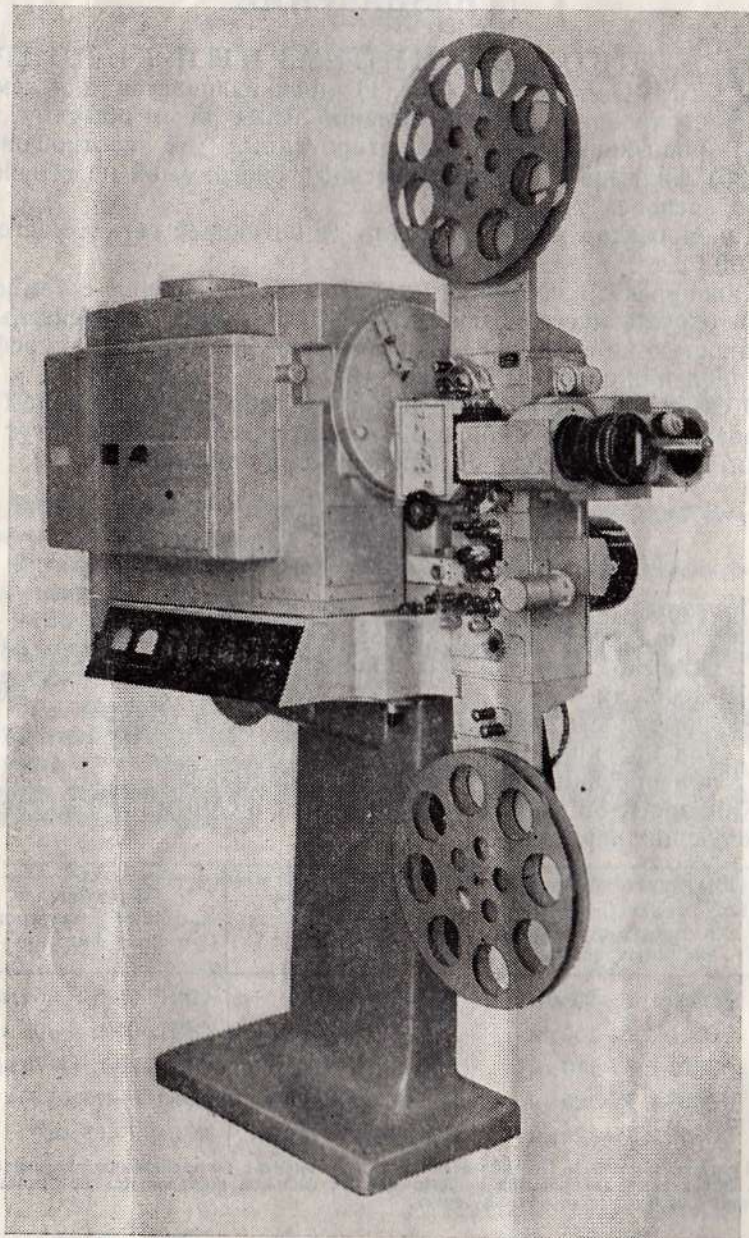

Рис. 1
**З**ВУКОВОЙ СТАЦИОНАРНЫЙ КИНОПРОЕКТОР 23КПК (рис. 1) предназначен для демонстрации цветных и черно-белых 35-мм обычных, широкоэкранных и кашетированных (с соотношением 1 : 1,85) фильмов с фотографической фонограммой на огнебезопасной основе.